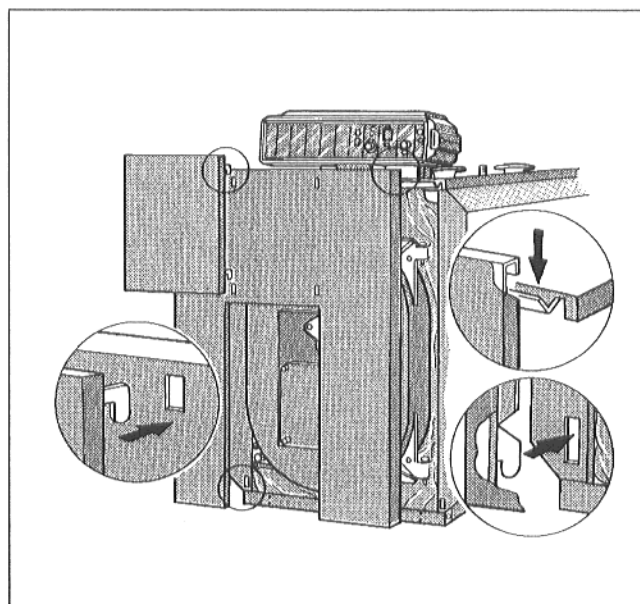

Рис. 23
- Вставить переднюю стенку сверху в окантовку передней части кожуха и внизу крюками в шлицы окантовки боковой стенки (Рис. 23).
- Вставить 4 крюка бленды в шлицы передней стенки (Рис. 23).